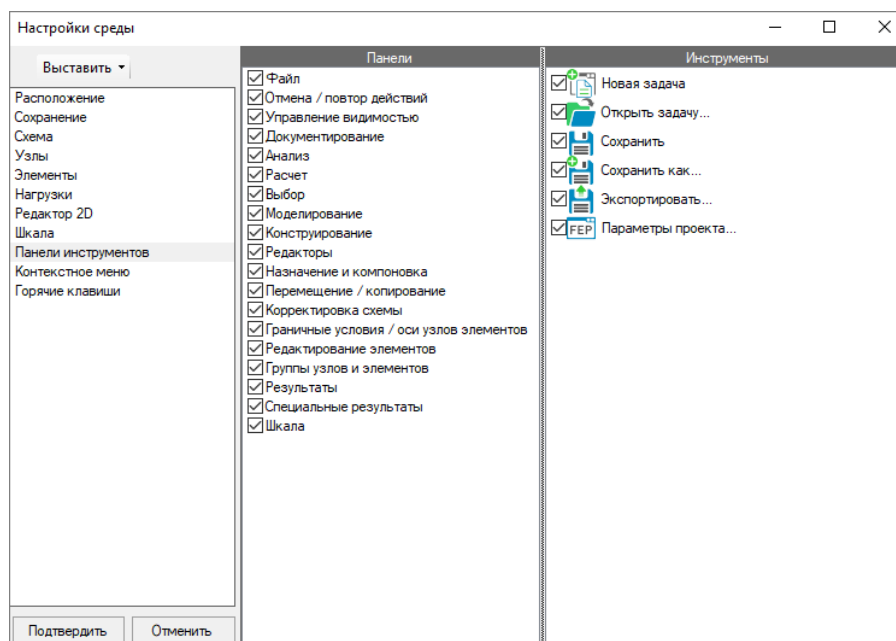

Рис. 2.18. Вкладка **Панели инструментов**
**Настройки рабочей среды ⇨ вкладка Панели инструментов (рис. 2.18)**